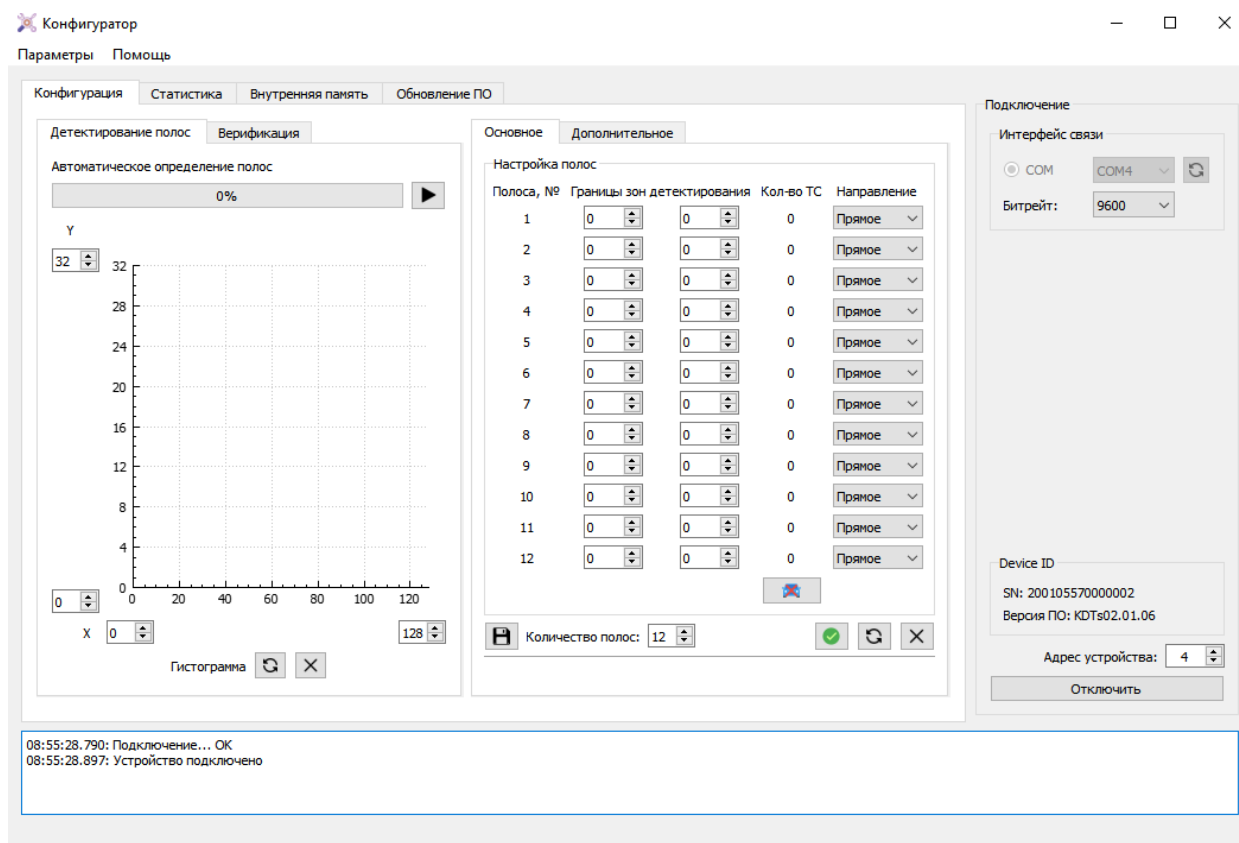

Рисунок 2.16 – Внешний вид программы после подключения изделия
2.9.13.1 Для разрыва соединения с изделием необходимо нажать «Отключить» в блоке «Подключение» (рисунок 2.16).